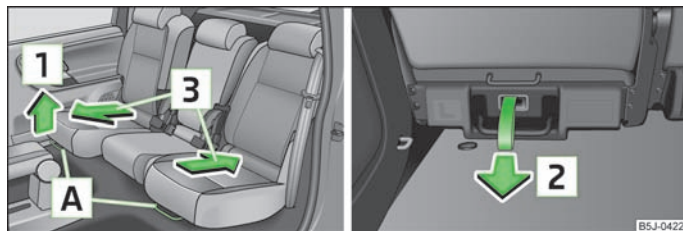

Abb. 36 Entriegelung vorn / hinten
- Den Hebel [A] » Abb. 36 nach oben in Pfeilrichtung [1] oder an der Entriegelungsschlaufe in Pfeilrichtung [2] ziehen und den Sitz in die gewünschte Position in Pfeilrichtung [3] verschieben.